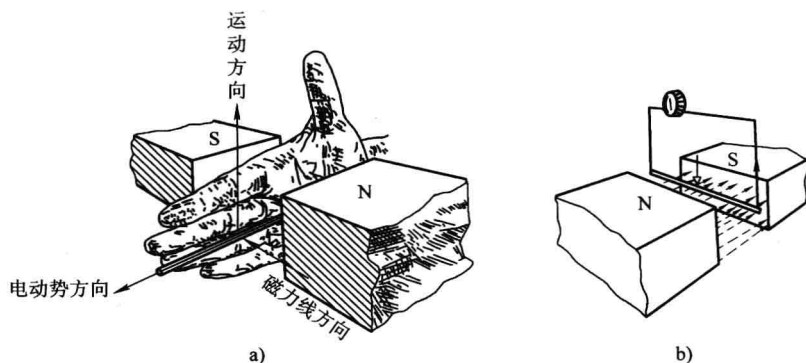

图 1-8 右手定则示意图
1) 导体在磁场中做切割磁力线运动时, 在导体两端产生感应电动势。右手定则是描述电动势方向、磁场中磁力线方向和导线运动方向三个矢量之间的方向关系如图 1-8 所示。